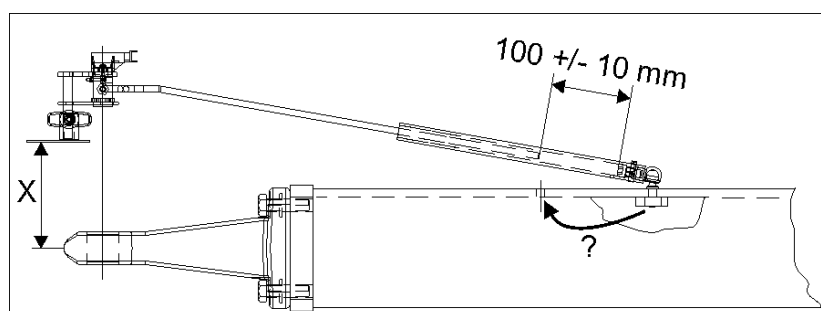

Fig. 133
4. Løs klemeskruene (Fig. 133/1,2).
6. For å utrette aksene må først skruene (Fig. 133/1) trekkes fest med et trekkmoment på 210 Nm.
7. Deretter trekkes skruene (Fig. 133/2) fest med et trekkmoment på 750 Nm.